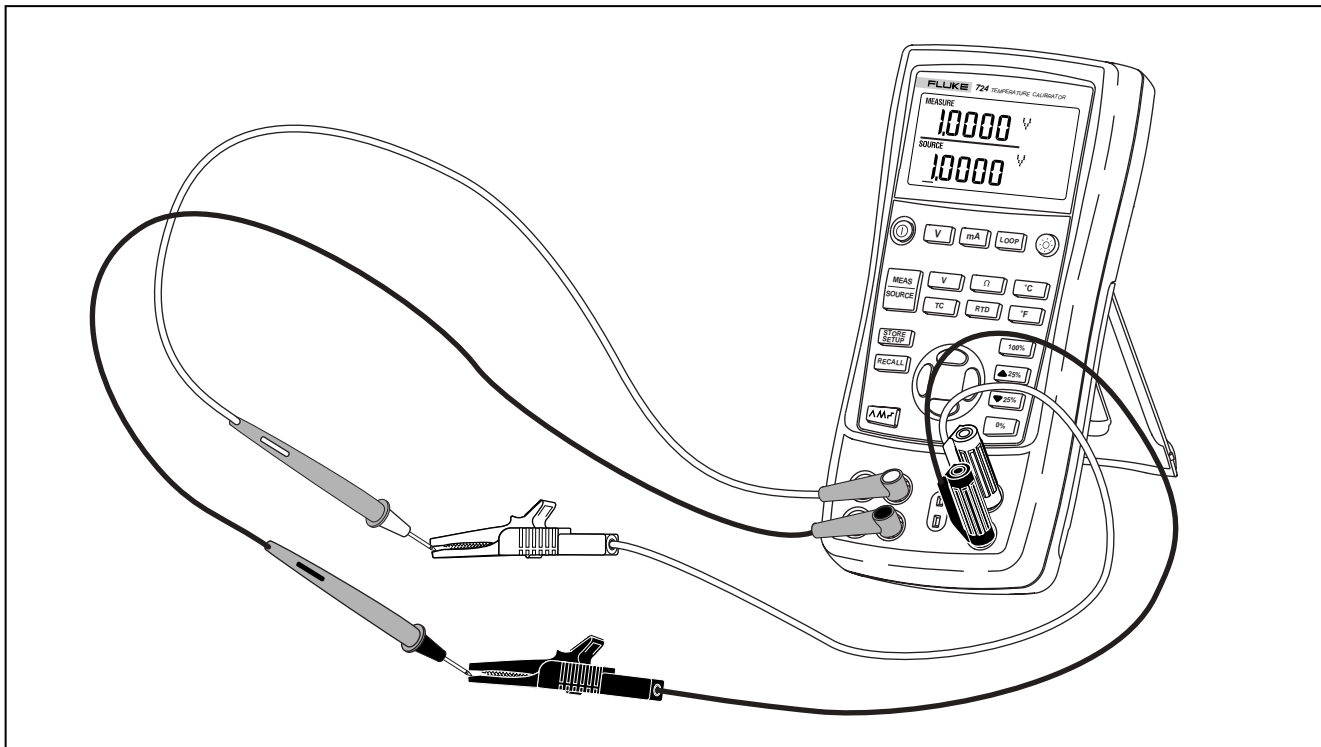

图 5. 电压-电压测试
1. 按图 5 所示把校准仪的输出电压端子接到它的输入电压插孔上。